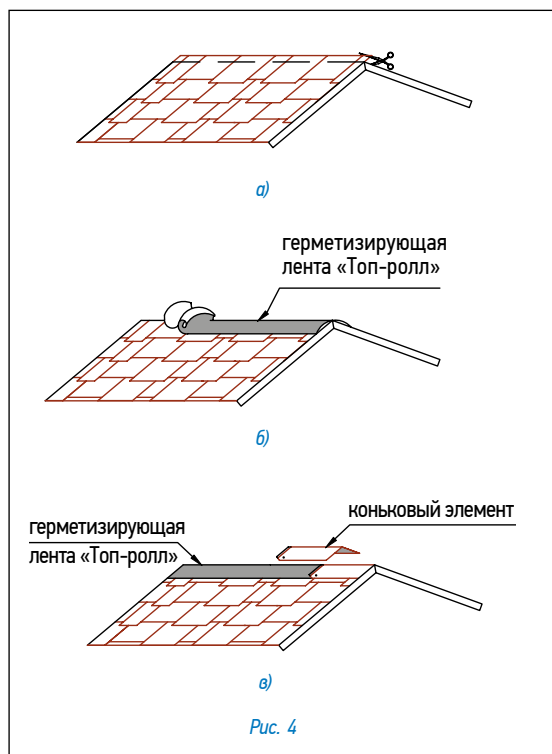

Рис. 4
Конек (рис. 4)
- Верхний ряд черепицы доводится до линии конька (ребра), выступающие части листов обрезаются (рис. 4а);
- линии коньков и ребер герметизируются специальной самоклеящейся лентой «Топ-ролл» (рис. 4б);
- далее устанавливаются внахлест специальные коньковые элементы (направление укладки по преимущественному направлению ветра). Каждый коньковый элемент плотно прижимается к основанию кровли и фиксируется двумя гвоздями из нержавеющей стали длиной 35 мм, которые перекрываются следующим коньковым элементом (рис. 4в).
Верхний ряд черепицы доводится до линии конька (ребра), его выступающая часть перегибается через конек и фиксируется на противоположном скате. Коньковые элементы нарезаются непосредственно из листов черепицы по линиям вырезов и подкраиваются в форме трапеции (рис. 4). Полученные таким образом элементы укладываются внхлест на коньки и ребра (направление укладки по преимущественному направлению ветра). Каждый коньковый элемент фиксируется двумя гвоздями из нержавеющей стали, которые перекрываются следующим коньковым элементом.